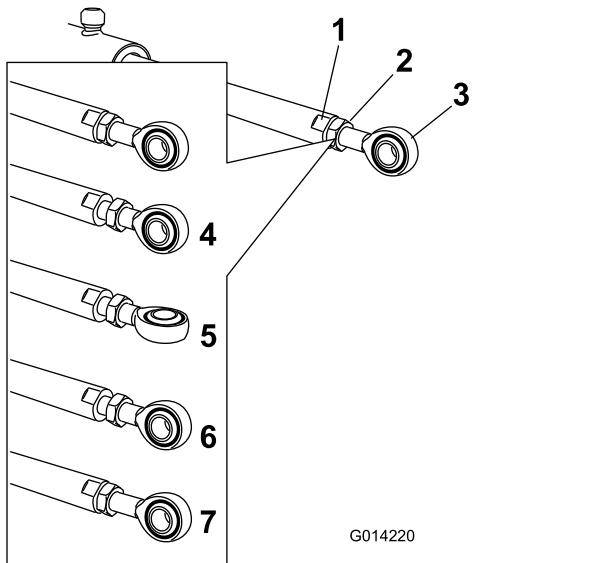

Figura 97
4. Utilizzate una chiave sui lati piatti dell'asta dell'attuatore per immobilizzarla, poi allentate il controdado per manipolare l'asta dell'occhiello (Figura 97).
5. Girate l'asta dell'occhiello nell'asta dell'attuatore per accorciare o allungare l'attuatore esteso nella posizione desiderata (Figura 97).